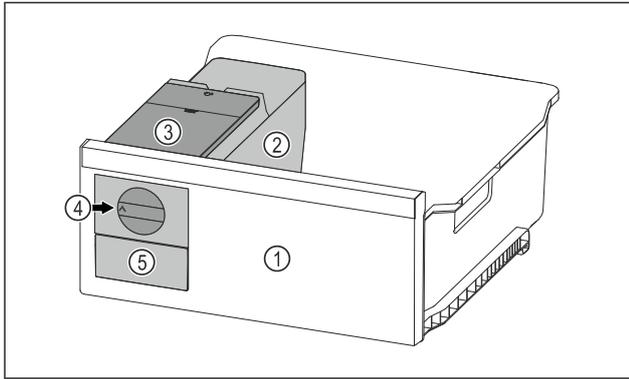

Fig. 55 Beispielhafte Darstellung
- ▶ Drehknopf Fig. 55 (4) im Uhrzeigersinn bis zum Anschlag drehen.
- ▷ Eiswürfel fallen aus der Eiswürfelschale in das Eiswürfelschubfach Fig. 55 (5).